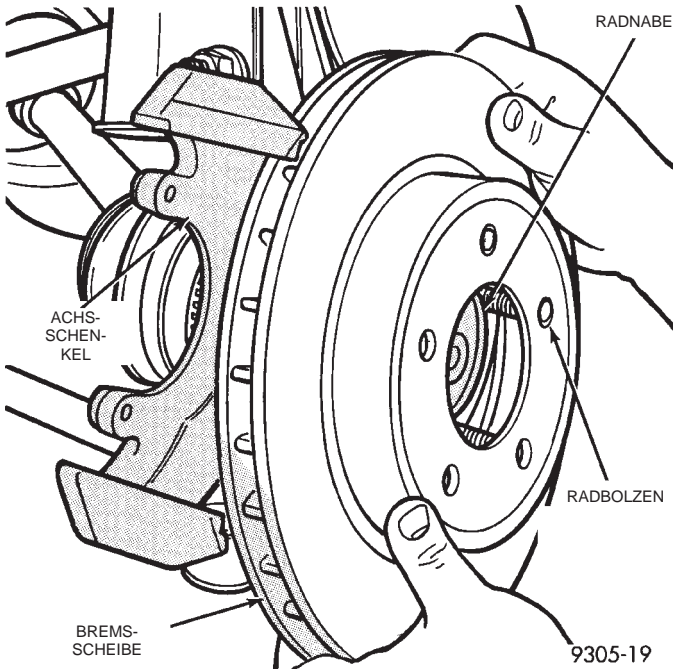

Abb. 18 Bremsscheibe anbauen
(9) Die Halterung für das Drehzahlfühlerkabel am Federbein anbauen und festschrauben.
(10) Brems Scheibe an Radnabe/Radlager anbauen (Abb. 18).